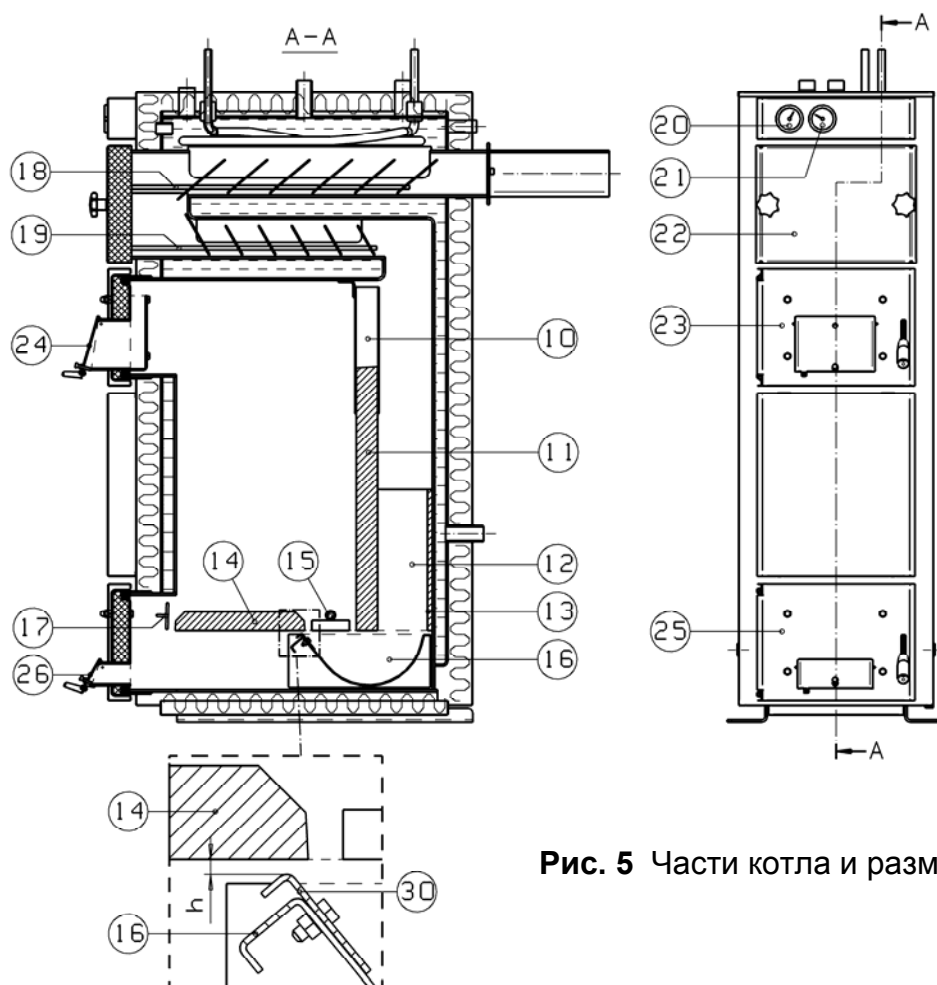

Рис. 5 Части котла и размер h
- Горловина горения (16) во время эксплуатации котла должна быть задвинута до упора к задней стенке топки. Зазор h вторичного воздуха (рис. 5) между передней кромкой регулирующей пластины горловины горения (30) и кирпичом колосника (14) должен быть 12 мм.
- Верхнюю заслонку воздуха (24) регулируют с зазором прим. 55 мм.
- Во время розжига люк очистки от золы (25) и нижнюю заслонку поступления воздуха (26) держат закрытыми, а люк наполнения (23) чуть приоткрытым.
- Огонь в котле разжигают положив на задний колосник (15) небольшие щепки, которые поджигаются напр., берестой. Когда щепки разгорятся, на колосник добавляют еще 8-10 шт. дров толщиной примерно 30 мм.
- Примерно через 15 минут топку наполняют подходящими по размеру дровами. Дрова стоит укладывать плотно к задней стенке топки и друг к другу. Люк наполнения закрывают и зазор для поступления воздуха нижней воздушной заслонки (26) регулируют примерно на 40 мм.